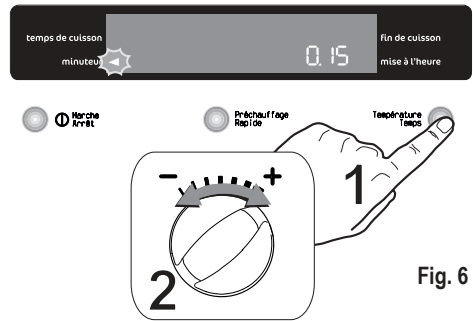

Fig. 6
1. Appuyez sur la touche "Temps" pour sélectionner la fonction "Minuteur" (Fig. 6). Le voyant "minuteur" clignote et «0.00» s'affiche.